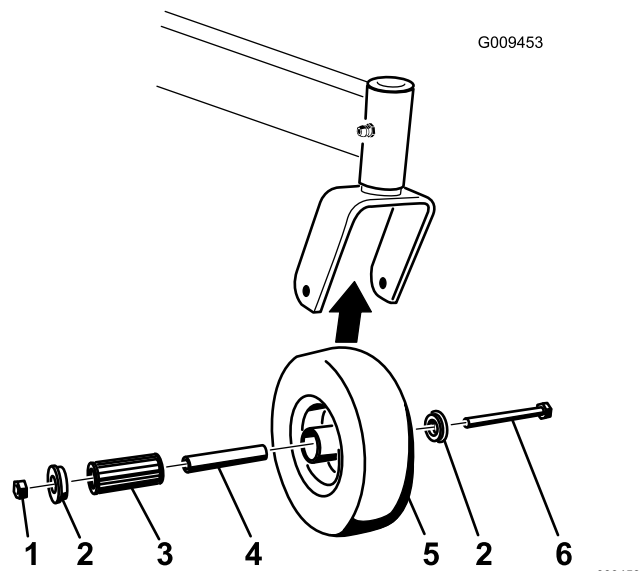

図 57
1. キャスタホイールをキャスタフォークに保持しているボルトとロックナットを外す 図 57。
2. ブッシュをひとつ外し、次にスパナブッシュとローラベアリングをハブから外す 図 57。
3. ハブについているもうひとつのブッシュも外し、ハブについているグリスや汚れを除去する 図 57。
注 破損したり磨耗したりしている部品は交換する 図 57。
5. ホイールハブにブッシュを一つ入れる 図 57。
6. ローラベアリングとスパナブッシュにグリスを塗って、ホイールハブに取り付ける 図 57。
7. ハブにもうひとつのブッシュを入れる 図 57。
8. キャスタホイールをキャスタフォークに取り付け、ホイールボルトとロックナットで固定する 図 57。
9. スパナブッシュがキャスタフォーク内部に当たるまでロックナットを締め付ける 図 57。